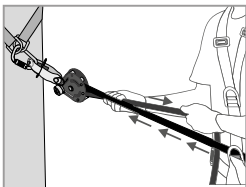
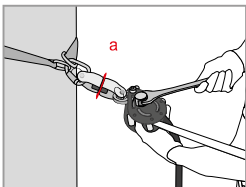

Fig 3
Fig 4
När du har monterat livlinan måste du göra en förinställning av spänningen genom att för hand dra i linan (vid linans ände – Bild 3). Då bör kammen (8) och kampsaken (4) automatiskt komma i kontakt med linan. Fall ned kampsaken (4) och använd sedan en lämplig nyckel för att ställa in spänningen på spänningsjusteringsstiftet (1) till dess att spänningsindikatorns bricka (a) som sitter på spänningsindikatorn (2) roterar fritt (Bild 4). Sluta att dra åt så fort bricken rör sig fritt! Förspänningen bör ligga på omkring 0.5 kN. Vid användning ska du kontrollera denna spänning (att spänningsindikatorns bricka roterar) och justera den vid behov enligt ovanstående beskrivning.